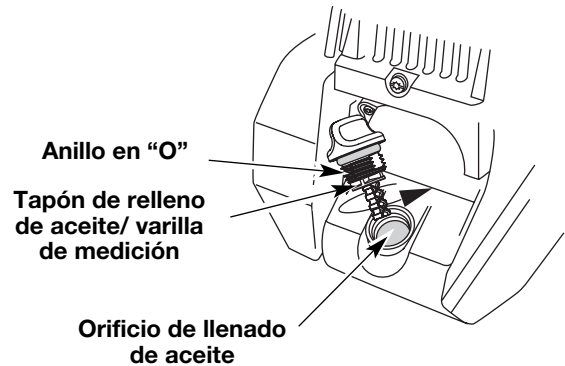

Figure 7
3. Saque el tapón de aceite/ varilla de medición del cigüeñal (Fig. 7).